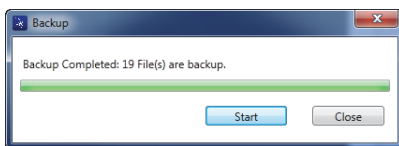

Рис. 7-27 Диалоговое окно Backup (Резервное копирование)
5. После завершения резервного копирования нажмите **Close** [Закреть] (см. Рис. 7-27 на стр. 224).